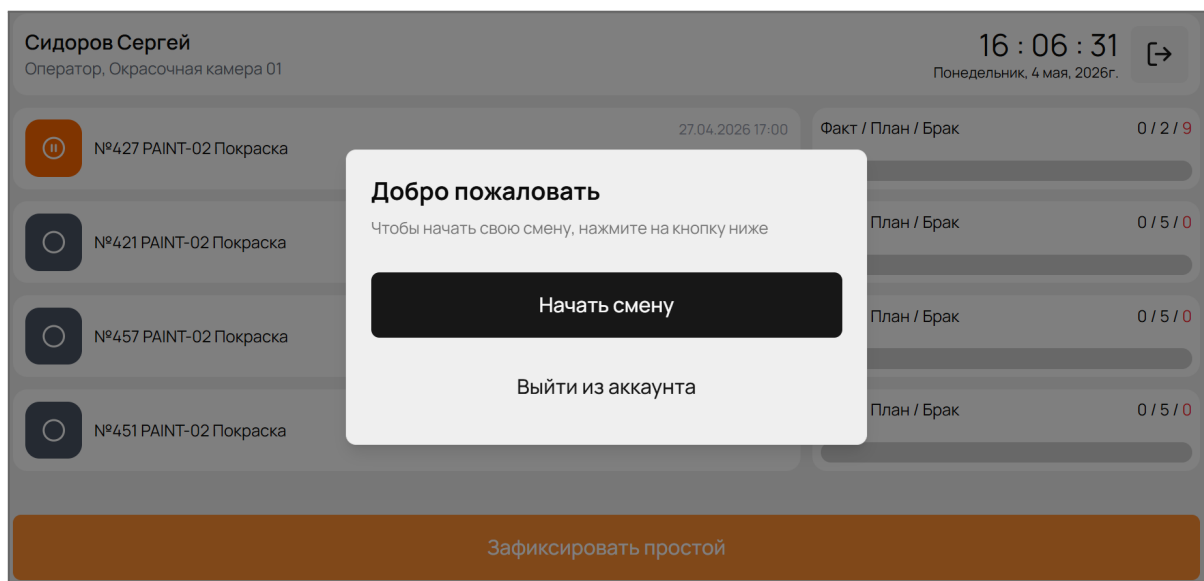

Рисунок 4 - Начать смену
- Нажмите кнопку «Начать смену» (Рисунок 4). Система зафиксирует дату и время старта.